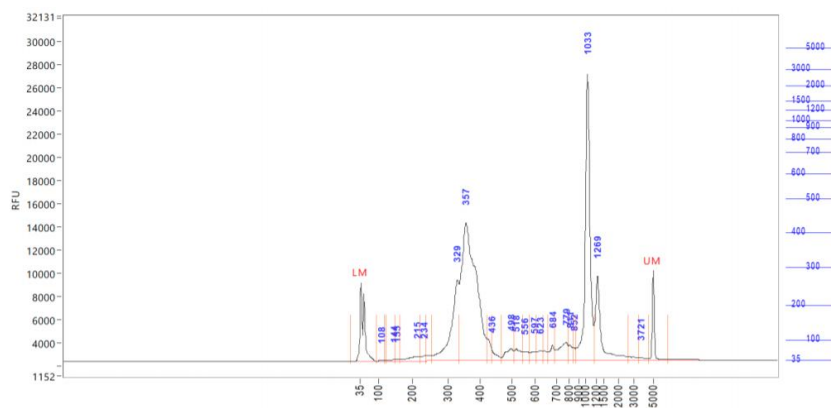

图 6. 第二轮 TCR 富集产物质检图
- 3) TCR 质检结果请参照图 6，显示在 400bp、1000bp 左右具有明显主带。